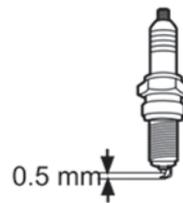

Fig. 55
- > Vérifiez l'écartement de la bougie. Il doit être de 0,5 mm (Fig. 55).